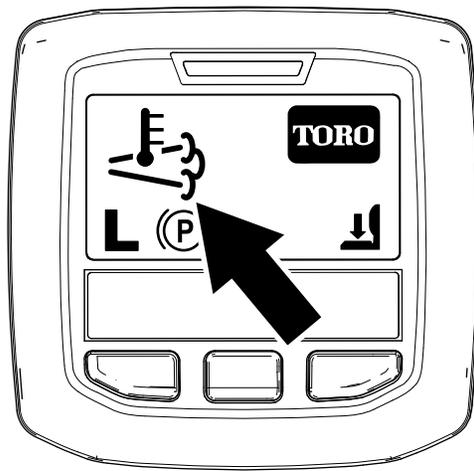

图11
- InfoCenter (信息中心) 显示高排气温度图标 (图11)。